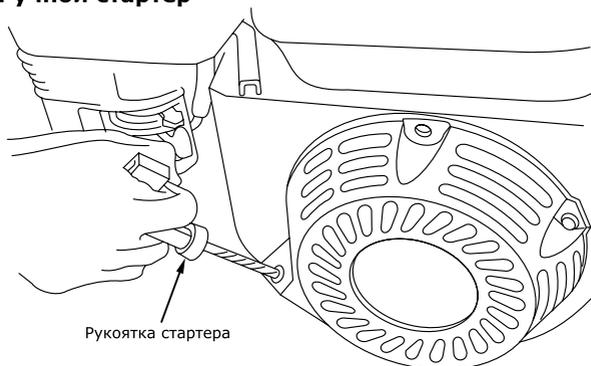

Рис. 13
- Запустите двигатель. Будьте внимательны! При вытягивании шнура стартера шнур может создавать отдачу. Возьмитесь за ручку шнура стартера. Медленно потяните шнур до возникновения сопротивления со стороны двигателя. Не допуская возврата ручки обратно продолжайте быстро тянуть ручку на полный взмах руки. Медленно (с натягом шнура) верните ручку в начальное положение (рис. 13).